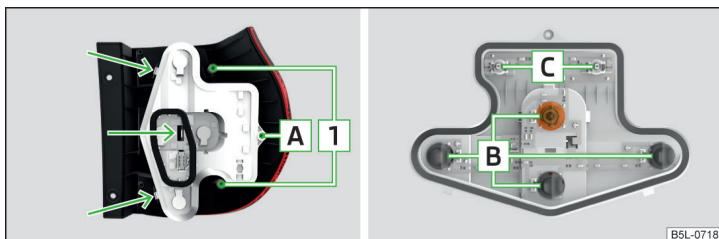
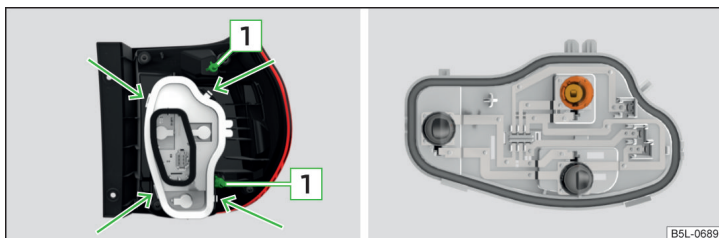

Fig. 205 Parte interior de la lámpara: lámpara ambiente
Fig. 206 Parte interior de la lámpara: Lámpara con medios de iluminación LED
- Introduzca presionando con cuidado la lámpara en la carrocería de tal manera que los pernos 1 » fig. 205 de la pág. 184 o » fig. 206 de la pág. 184 de la lámpara encajen en los alojamientos de la carrocería » !.
- Con la llave del equipo de herramientas a bordo, destornille el tornillo de fijación **A** » fig. 205.
- Desbloquee el portalámparas en las áreas señaladas con las flechas » fig. 205 y extraiga el portalámparas de la luz.
- Colocar el portalámparas en la luz y atornillar el tornillo de seguridad **A** » fig. 205.
- Desbloquee el portalámparas en las áreas señaladas con las flechas » fig. 206 y extraiga el portalámparas de la luz.
- Gire la bombilla respectiva » fig. 206 hasta el tope **en sentido contrario** al de las agujas del reloj y extráigala del portalámparas.